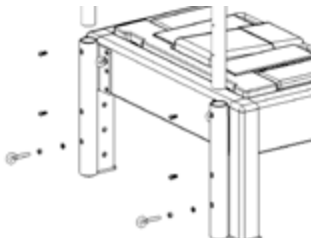

Figura 14
1. Sacar de la caja los tubos de la torre junto con la barra de empuje. No cortar la atadura entre la barra de empuje y los tubos, ya que podrían oscilar al levantarlos y resultar peligroso. En la parte exterior de los dos tubos verticales hay (2) orificios roscados, que deben quedar orientados hacia el exterior de la máquina durante la instalación.
2. Introducir los tubos en los soportes de la torre situados en el cabezal de la máquina, procurando que los orificios roscados queden orientados hacia el montador durante la instalación. Bajar los tubos con cuidado hasta el final de los soportes de la torre. No deben tocar el suelo. Ver la figura 14.